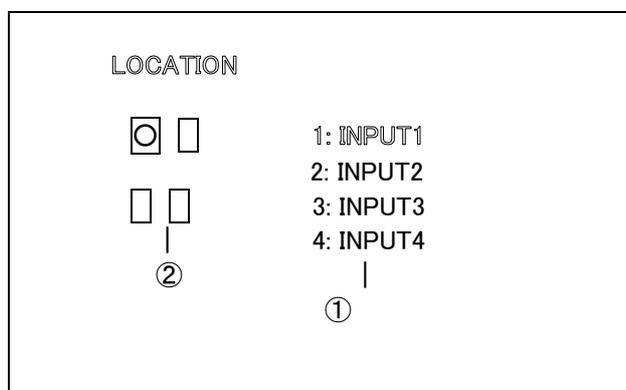

図 4-5 LOCATION メニュー
2) LOCATION画面に切り替わります。(図4-5)
①には、現在の設定が表示されます。
①の表示については、たとえば“1:INPUT1”とあった場合